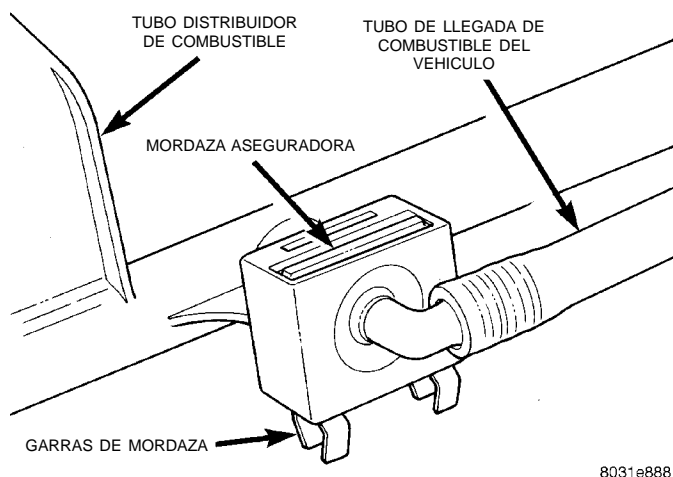

Fig. 21 Mordaza aseguradora—Motores de 5.2L/5.9L sin orificio de prueba de presión de combustible
En este motor se utiliza una mordaza aseguradora para asegurar el tubo de llegada de combustible al tubo distribuidor (Fig. 21).
(1) Desconecte el cable negativo de la batería.
(2) Realice el procedimiento de descarga de presión de combustible. Consulte el Procedimiento de descarga de presión del sistema de combustible en esta sección.
(3) Antes de desmontar, limpie cualquier materia extraña en la conexión.
(4) Comprima las garras de mordaza (Fig. 21) y tire de las mismas para su extracción.
(5) Extraiga el tubo de llegada del tubo distribuidor de combustible.
(6) Después de desconectarlo, las garras de traba quedarán dentro del racor de conexión rápida en el tubo distribuidor de combustible.
(7) Inspeccione el racor del conducto de combustible, las garras de traba y el acople del tubo distribuidor de combustible para determinar si existen daños. Reemplace lo necesario.
(8) Antes de conectar el conducto de combustible al tubo distribuidor de combustible, compruebe el estado de ambos acoples. Limpie las piezas con un paño limpio. Lubríquelas con aceite de motor limpio.
(9) Introduzca el tubo de llegada en el tubo distribuidor de combustible.
(10) Instale la mordaza aseguradora con las garras hacia abajo (se calzan en su sitio). Las garras deben sobresalir debajo del tubo distribuidor de combustible si están instaladas correctamente (Fig. 21). **Si la mordaza aseguradora no calza, el tubo de llegada de combustible no está bien instalado en el tubo distribuidor. Vuelva a verificar la conexión del tubo de llegada.**